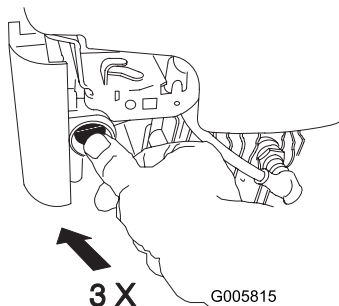

Bild 15
1. Drücken Sie die Kaltstarthilfe kräftig dreimal mit dem Daumen, halten Sie die Kaltstarthilfe jeweils für eine Sekunde gedrückt (Bild 15).